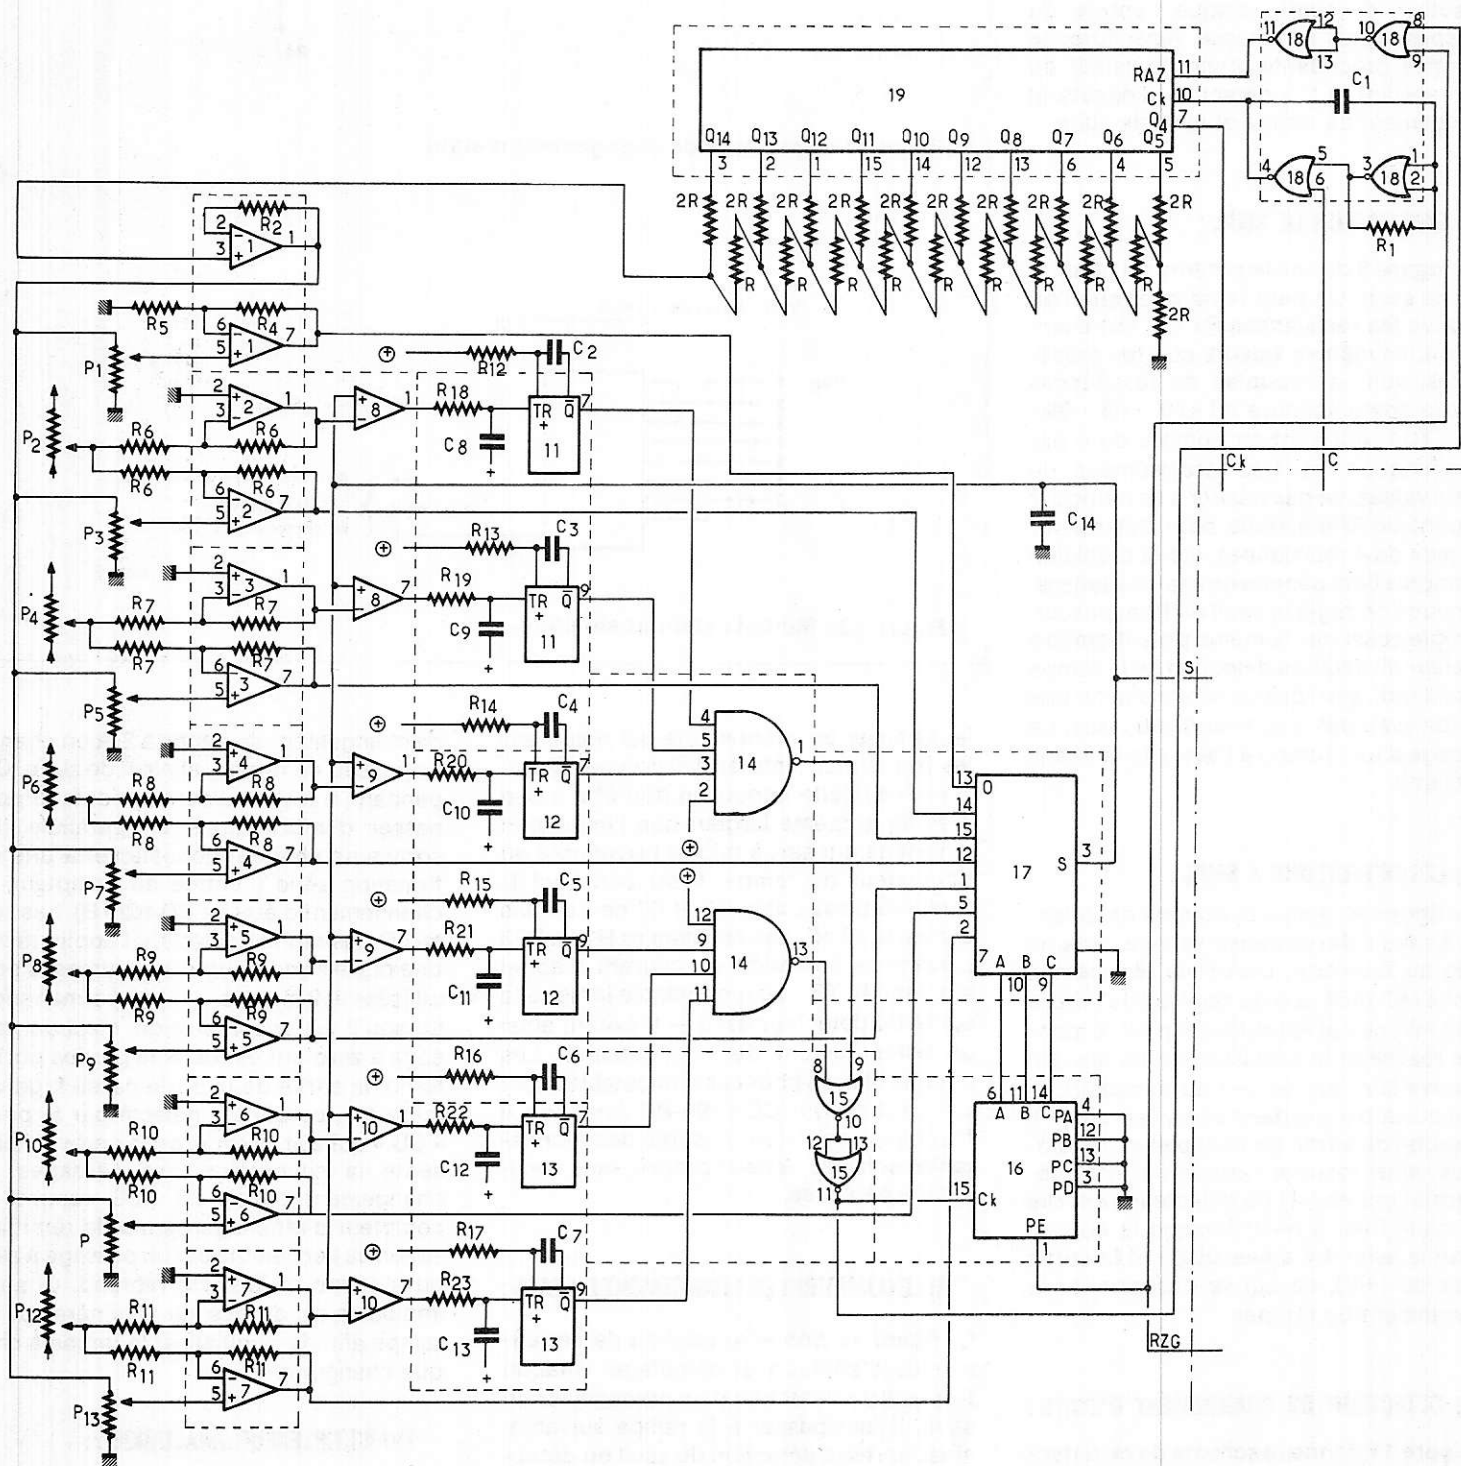
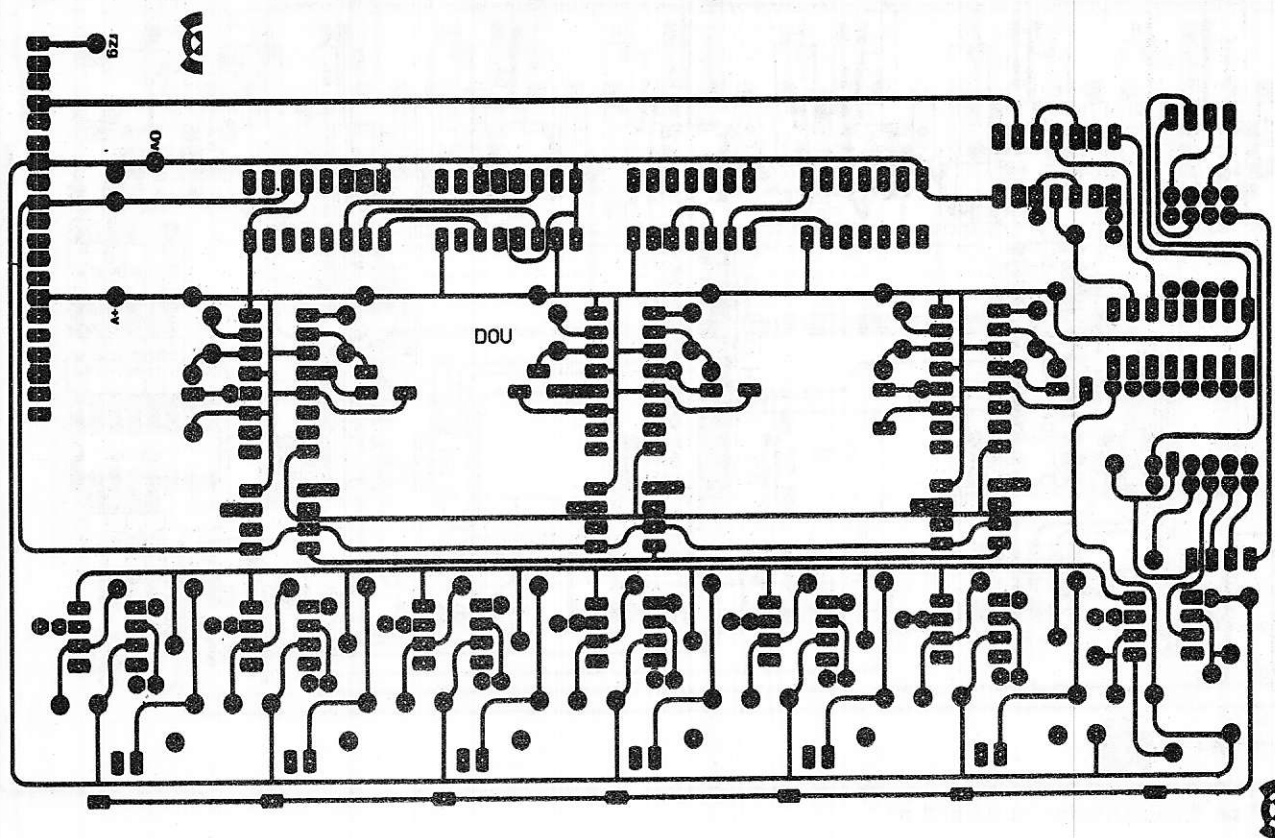
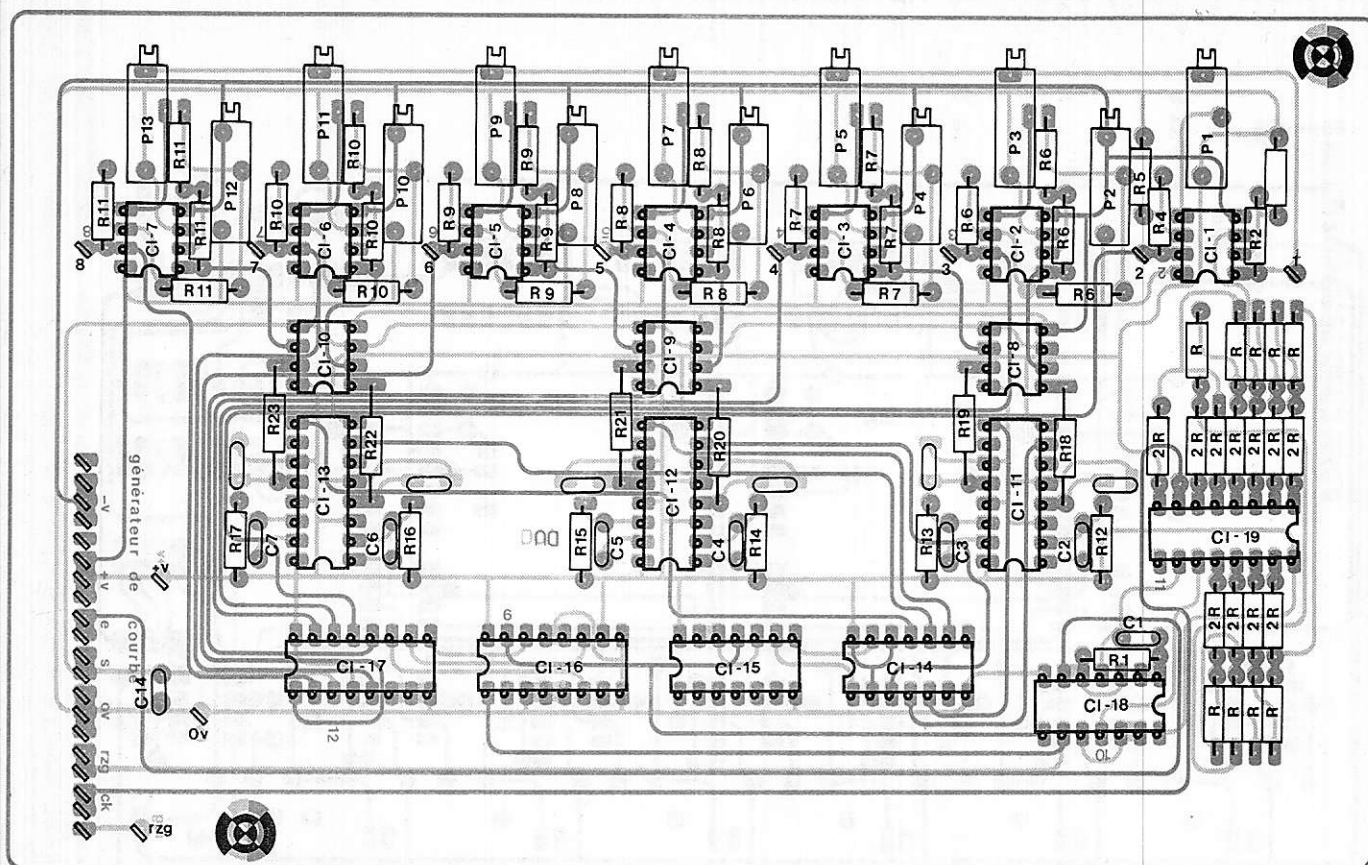
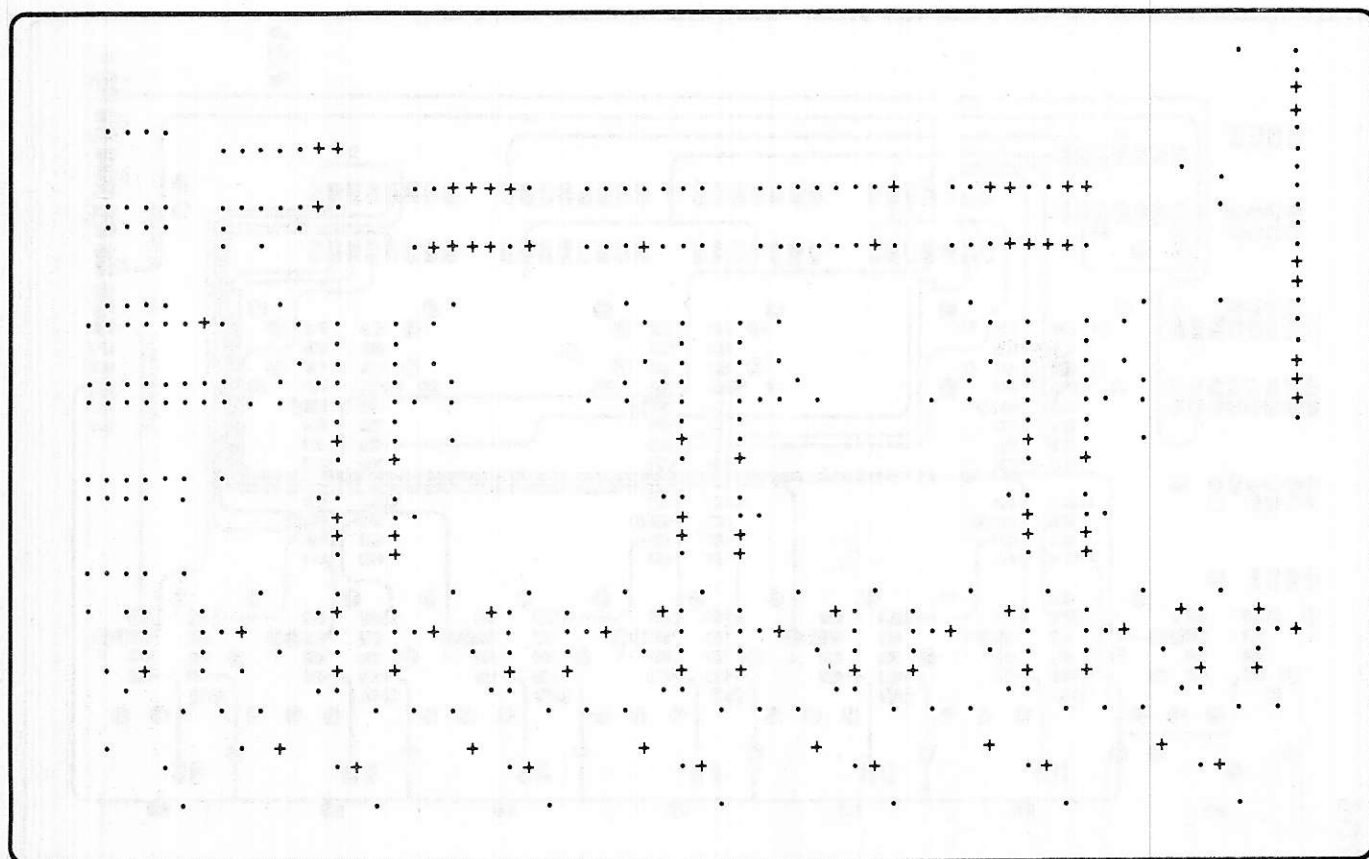

Figure 13 : Circuit imprimé n° 1 : schéma de principe (générateur de courbes à rampes successives).
Figure 14 : Circuit imprimé n° 1 côté soudures.
Figure 16 : Plan d'implantation du circuit n° 1.
Figure 17 : Plan de perçage du circuit 1 (+ liaison double face).
Il a été concrétisé dans un circuit imprimé double face, donné par les **figures 14 et 15** le marquage DU veut dire côté dessus, soit côté composants, et DOU veut dire dessous, soit côté soudure. La **figure 13** regroupe en un schéma unique tous les éléments décrits plus haut. La disposition des composants sur le circuit imprimé a été noté à la **figure 16** et le plan de perçage avec les points à souder côté composants est donné par la **figure 17**. Tous les composants utilisés pour ce générateur de courbe ont été faciles à trouver. Le prix de revient de ce circuit n° 1 est d'environ 300 F, mais attention à la réalisation car il faudra beaucoup de soins et suivre la méthode décrite ci-après pour éviter les embûches du câblage d'un circuit double face dont les trous ne sont pas métallisés.
dans son emplacement (MC 1458). Souder les broches du CI n° 1 du côté DU comme indiqué à la figure 17 qui regroupe à la fois le plan de perçage et les points à souder côté DU présentés par une croix (X). Mettre à son emplacement marqué 1 sur le circuit imprimé une broche de mini wrapping qui sera soudée des deux côtés du circuit imprimé (faire de même pour les points de test de 2 à 8). Au point de test n° 1 placer la sonde de l'oscilloscope et vérifier que l'on a l'image donnée par la photo 5. La photo 6